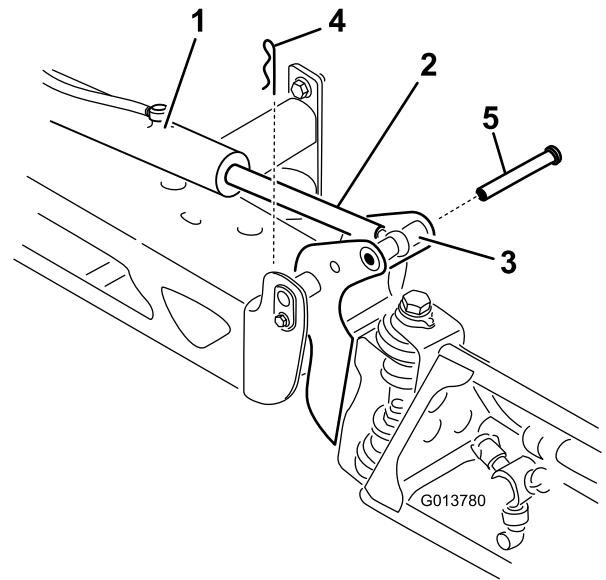

Bild 36
2. Nehmen Sie den Splint vom Lagerbolzen ab (Bild 36).
3. Heben Sie den Ausleger an und nehmen Sie den Stift ab (Bild 36). Senken Sie den Ausleger langsam auf den Boden ab.
Scharnier des Auslegers und die Aktuatorstange (Bild 36).